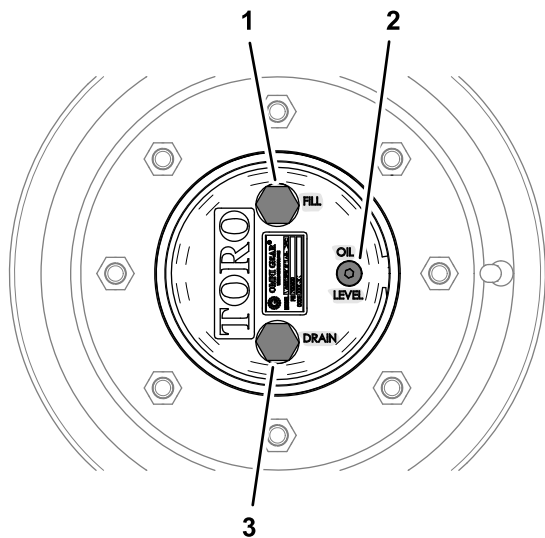

図 84
1. 水平な床面で、補給プラグが最高位置時計の 12 時の位置、点検プラグが 12 時、ドレンプラグが最低位置 6 時の位置にくるように駐車する 図 84。
1. 水平な床面で、補給プラグが最高位置時計の 12 時の位置、点検プラグが 12 時、ドレンプラグが最低位置 6 時の位置にくるように駐車する 図 84 プラネタリギアオイルの点検 (ページ 62) を参照。